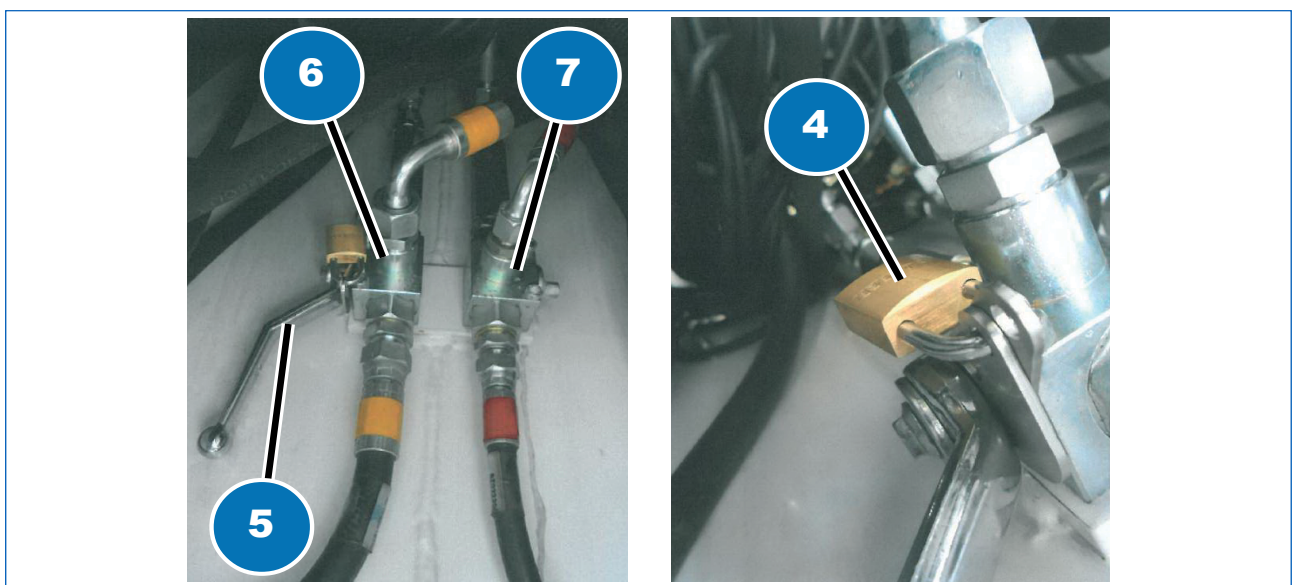

Fig. 8.4
- 6) Monter sur le plancher avec précaution et rouvrir avec la clef fournie au responsable de la sécurité le cadenas de blocage (Fig. 8.4, 4) sur le déviateur, enlever le levier couleur argent (Fig. 8.4, 5) situé sur la tourelle ;
- 7) tourner les deux déviateurs (Fig. 8.4, 6 et 7) à deux positions ;
Pour graisser l'intérieur de la crapaudine accéder à la partie interne de la tourelle, en enlevant le couvercle de fermeture de la tourelle, voir Fig. 8.4.